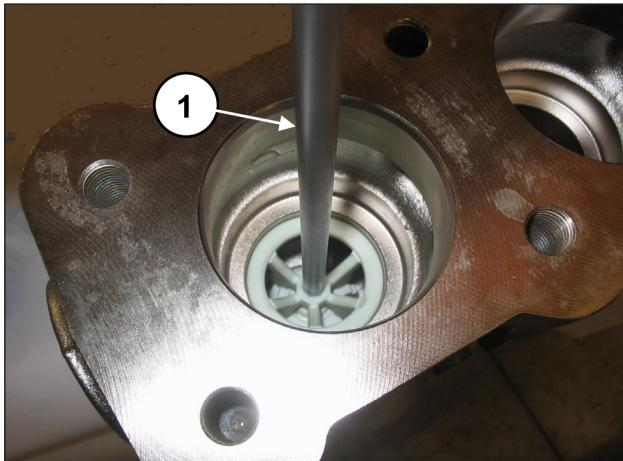

Рис. 111
Снимите распорный элемент с помощью шестигранного ключа на 8 мм (поз. ①, Рис. 111).